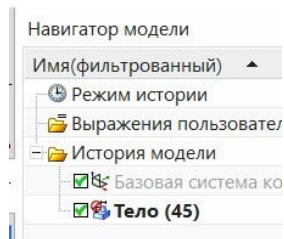
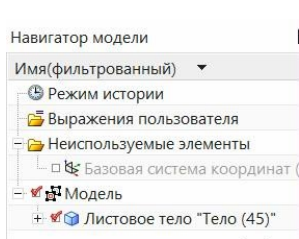

Рис.15
рис.16 (далее следует перерыв и вставка с 1 по 8 в нумерации рисунков)
- В НМ (вид с зелеными птичками) строка построенной поверхности представлена как на рис.15 – *Тело*. Это строка не должна ввести вас в заблуждение. Построена **поверхность**! Это подтверждается в НМ (вид с красными птичками, рис.16).